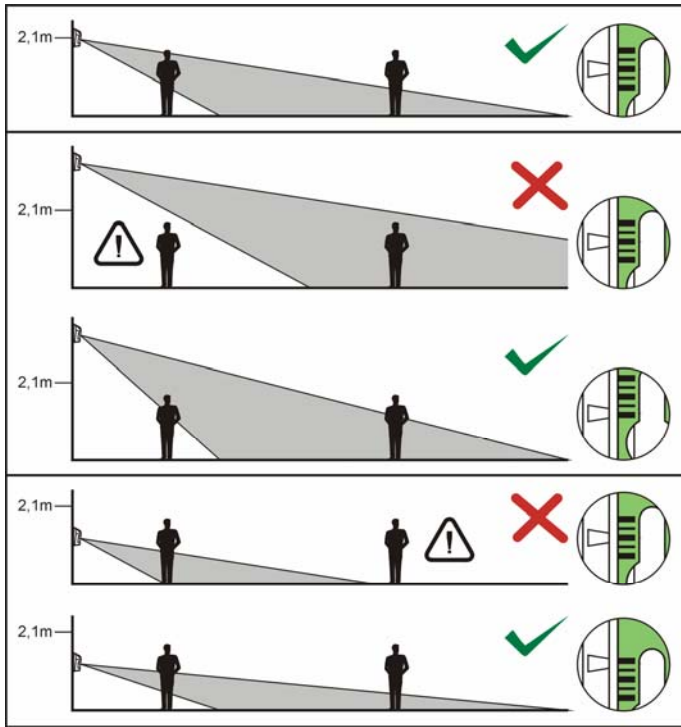

Рис. 4. Влияние высоты монтажа на охраняемую площадь и способ позиционирования пирозлемента по отношению к линзе с целью оптимальной установки.
6 – шкала для позиционирования пирозлемента относительно линзы (см. Таблицу 2 и рисунок 4).
6. Закрепите плату электроники, учитывая высоту монтажа извещателя (см. Таблицу 2 и Рис. 4).